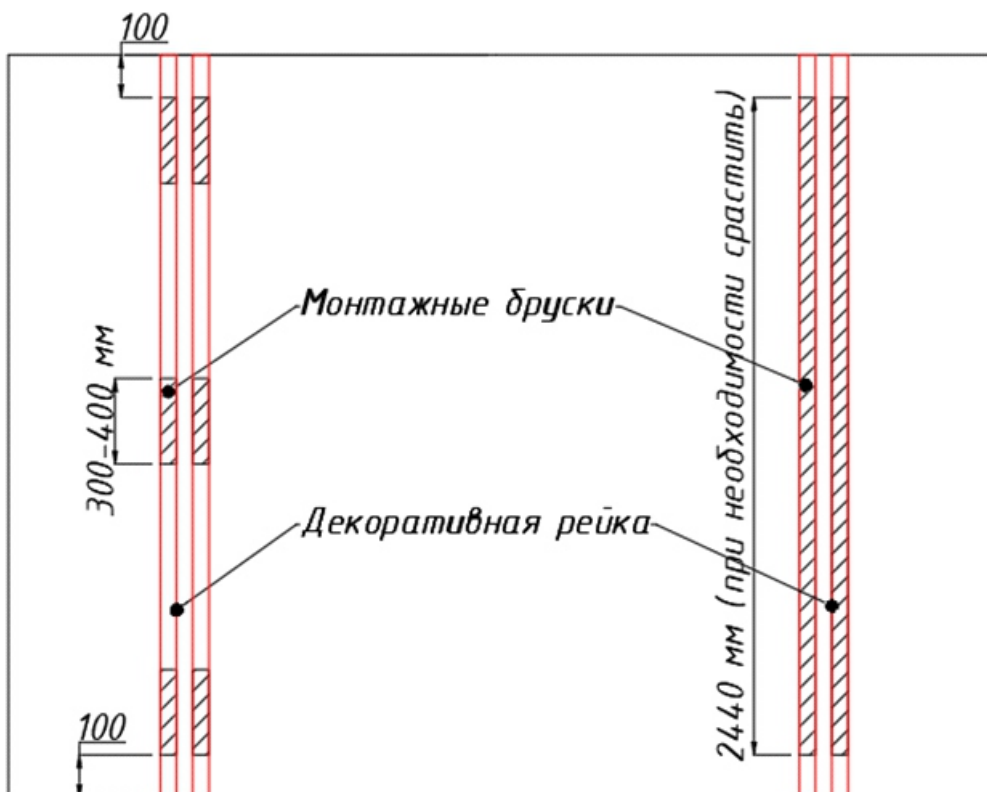

Рисунок 2. Вариант крепления рейки целиком и отрезками
2. Крепится первая крепежная рейка из фанеры. Крепить рейки можно как целиком, так и небольшими отрезками. В первом случае это более надежный и простой монтаж, во втором – экономия материала (Рис. 2)